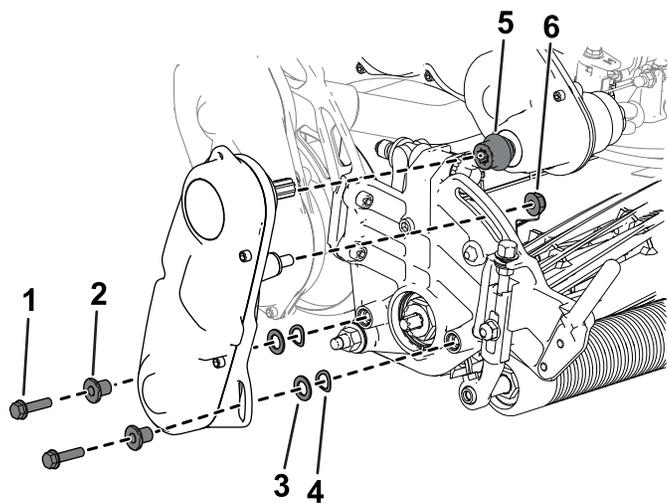

Рисунок 45
6. Используйте ранее снятые винты с внутренним шестигранником, шайбы и проставки, чтобы прикрепить узел привода барабана к боковой пластине режущего блока (Рисунок 45).
Убедитесь, что ведущий вал привода барабана установлен в муфту ведущего вала трансмиссии (Рисунок 45).